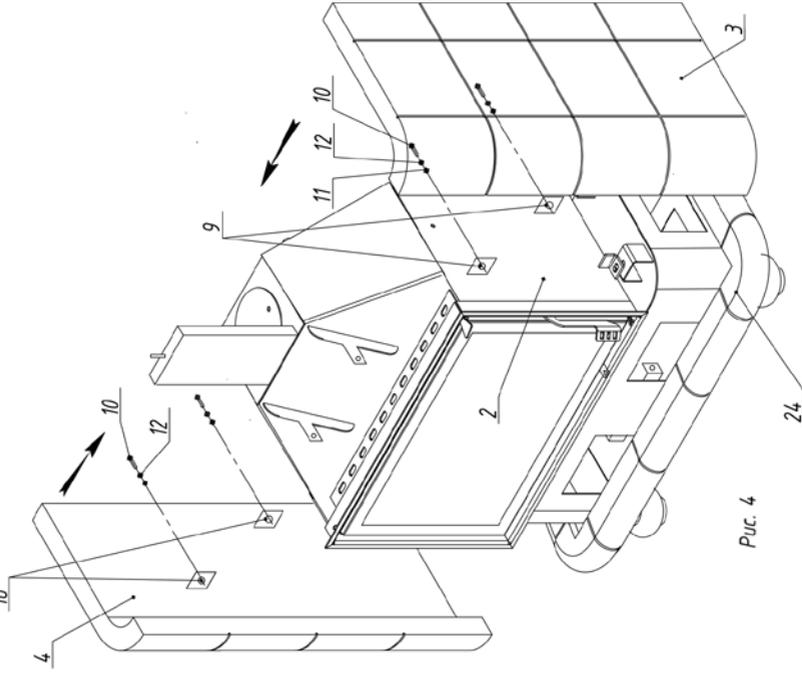

Рис. 4
5. Боковые панели 3,4 устанавливаются на нижнюю панель 24 и крепятся к толчке 2 кронштейнами 18 на доковых панелях и кронштейнами 9 на толчке. Фиксируются винтами 10, гайками 11, шайбами 12 (Рис. 4)